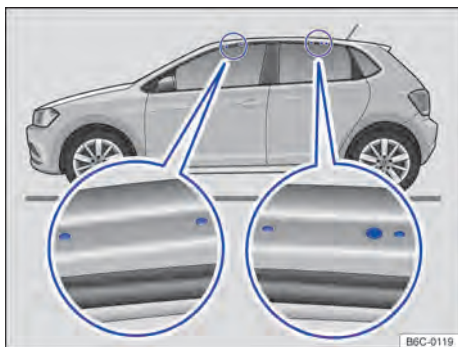

Fig. 159 Pontos de fixação dos suportes de base do bagageiro do teto (ambos os lados).
Os furos ou marcações dos pontos de fixação dos suportes de base ficam visíveis com a abertura das portas (dianteiras e traseiras) do veículo e encontram-se no lado nas vigas do teto → Fig. 159 (lupa). Os furos ou marcações para fixação atrás encontram-se no lado inferior das vigas do teto → Fig. 159 (lupa direita).
- Fixar os suportes de base somente nas marcações indicadas na figura → Fig. 159.